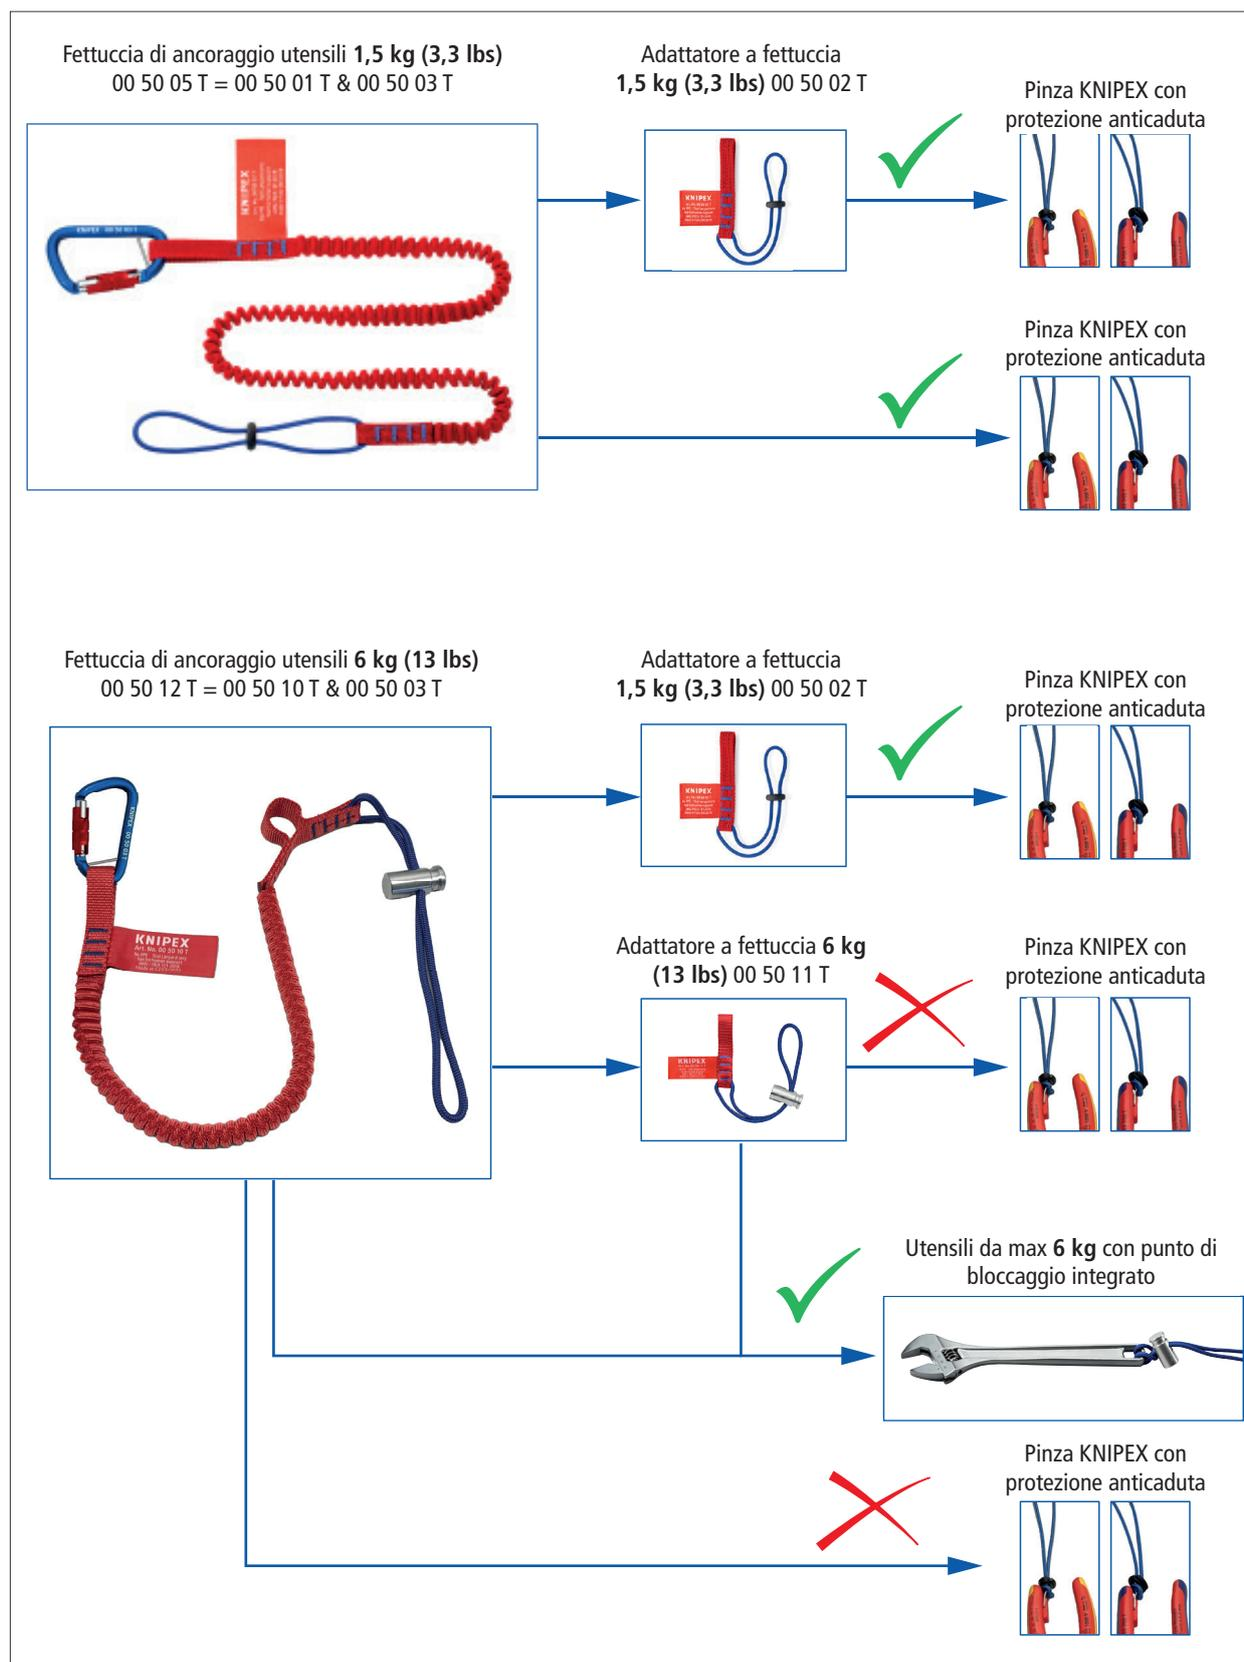

Fig. 5: Compatibilità con gli utensili KNIPEX con protezione anticaduta
- Durante il fissaggio di un utensile KNIPEX con un punto di fissaggio sulla fettuccia di ancoraggio utensili o all'adattatore a fettuccia, (fig. 5), controllare se la fettuccia di ancoraggio utensili o l'adattatore a fettuccia sono compatibili.
- Per fissare un utensile KNIPEX con protezione anticaduta a una fettuccia di ancoraggio utensili da 6 kg (KNIPEX 00 50 10 T), si deve impiegare l'adattatore a fettuccia da 1,5 kg (KNIPEX 00 50 02 T) (fig. 5). (Il cordone sulla versione da 6 kg è troppo spesso per passare attraverso il punto di fissaggio sull'utensile).